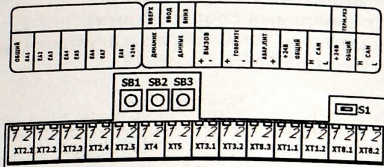

Рис.1. Расположение разъемов и органов управления
7.2 Выполнить подключение разъемов XT1-XТ8 устройства в соответствии с таблицей 1. Расположение разъемов показано на рис.1.